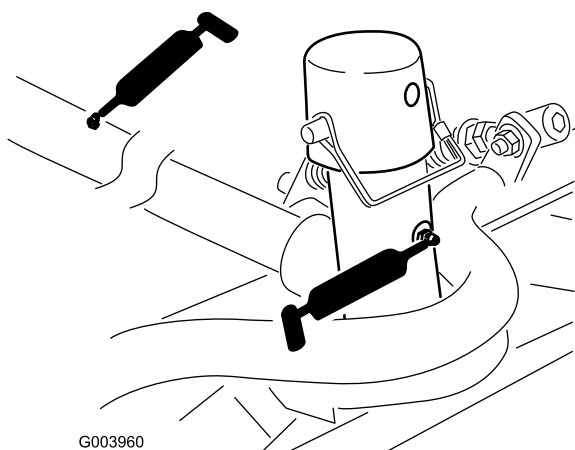

Figura 47
- Articulação e estrutura de transporte da unidade de corte (Figura 47)